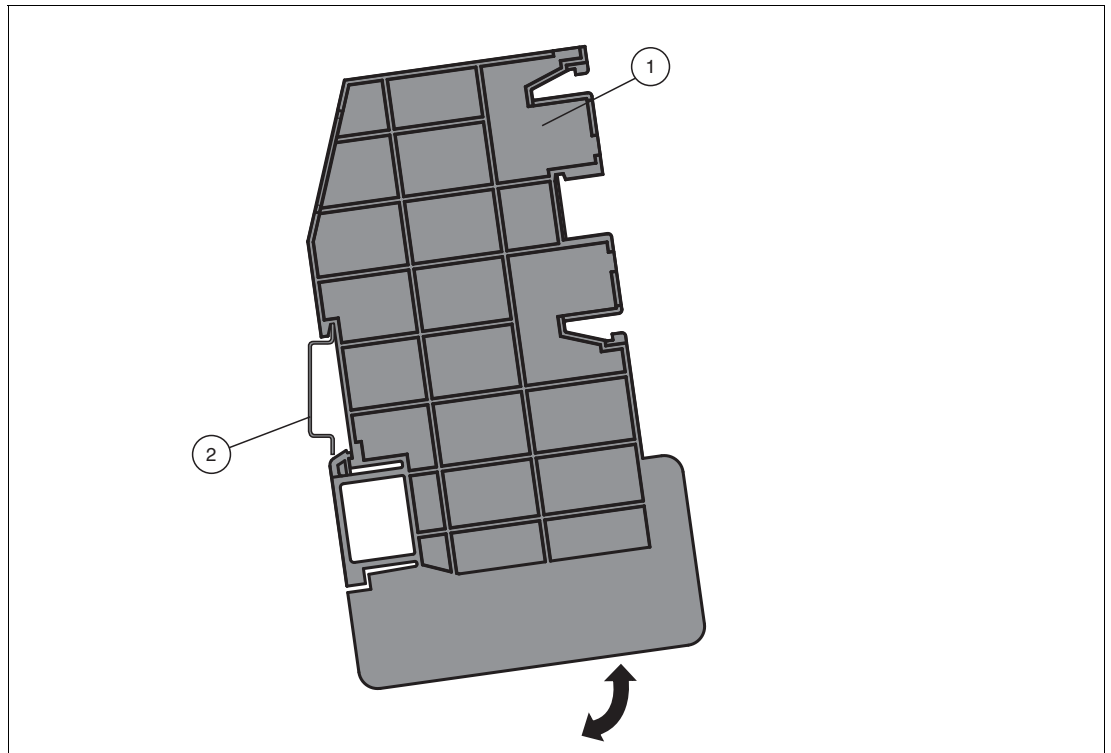

Abbildung 3.2 Montage der Trennwand auf die Hutschiene
Schnappen Sie die Trennwand (1) auf die Hutschiene (2) auf. Siehe Abbildung 3.2.